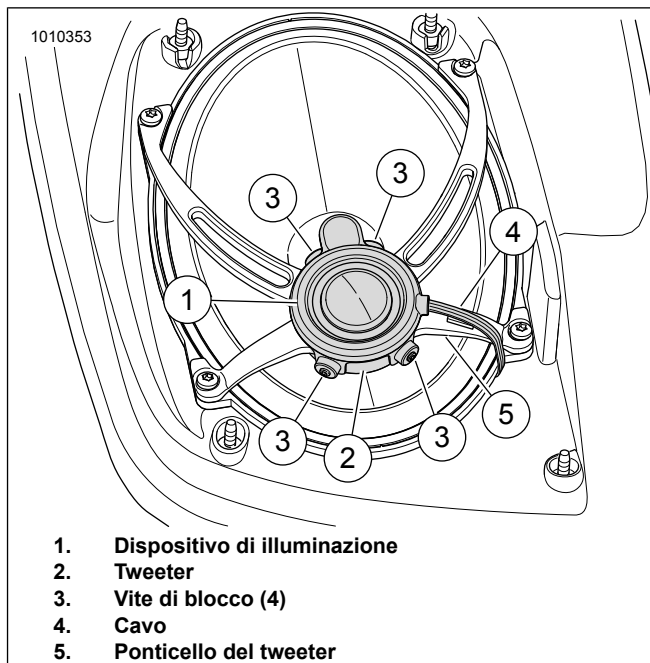

Figura 21. Installazione del dispositivo di illuminazione
Vedere la figura 21. Collocare il dispositivo di illuminazione (1) sul ponticello del tweeter (2) come mostrato. Premere leggermente il dispositivo di illuminazione per posizionarlo.